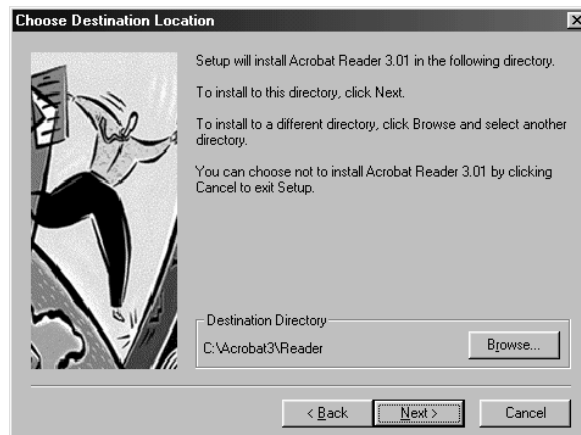

Figura 25: selezione della directory desiderata
4. Selezionare la directory per installare il programma e fare clic su 'Next' per continuare (vedere la Figura 25). I file vengono ora copiati. Al termine, viene visualizzata la finestra riportata in Figura 25.